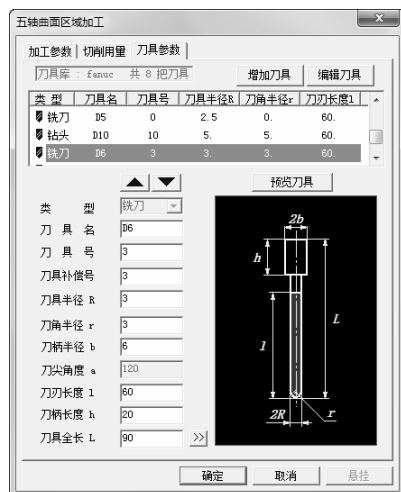

图 5-76 “刀具参数”选项卡
3) 单击“刀具参数”选项卡，选择刀具名称为“D6, r3”的铣刀，D 代表刀具直径，r 代表刀角半径的球刀。具体“刀具参数”参数数值如图 5-76 所示。